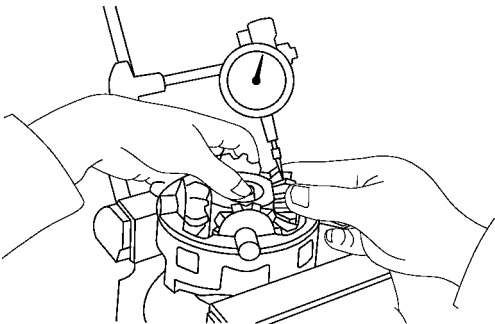

图 14-176 测量齿隙
(5) 测量小齿轮的齿隙。将侧齿轮固定住，将弹簧的挡圈向内推，同时测量齿隙，如图 14-176 所示。